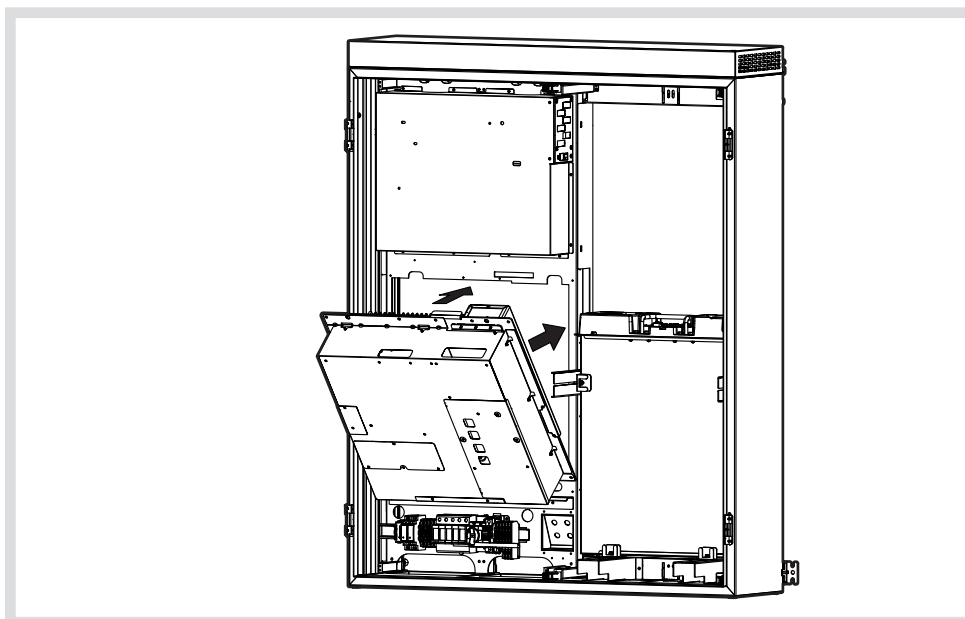

Bild 18: Wechselrichter einsetzen
- Wechselrichterunterseite oberhalb des Hauptanschlussbereichs in die Aufnahme einsetzen (Bild 18).